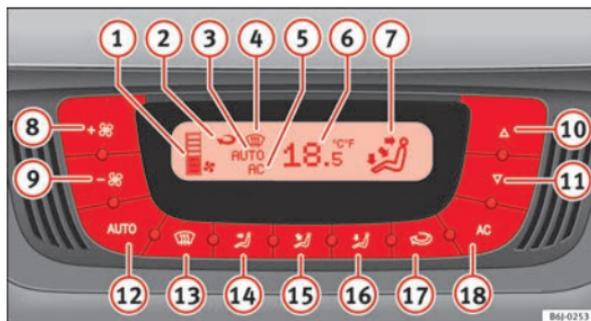

Fig. 104 Mandos del Climatronic en el tablero de instrumentos
- Pulse las teclas ⑩ y ⑪ ⇒ fig. 104 para ajustar la temperatura.
- ① Indicador del nivel del ventilador.
- ② Indicador de la función de recirculación de aire
- ③ Indicador **AUTO** (Funcionamiento automático)
- ④ Indicador de desempañado
- ⑤ Indicador AC (Refrigeración conectada)
- ⑥ Indicador de la temperatura interior seleccionada
- ⑦ Indicador de la dirección del caudal de aire
- ⑧ Aumento de la velocidad del ventilador
- ⑨ Disminución de la velocidad del ventilador
- Pulse la tecla **AUTO**. Se visualiza la indicación ⇒ fig. 104 **7**.
- Pulse las teclas **10** y **11** ⇒ fig. 104 para ajustar la temperatura deseada en el habitáculo. Se recomienda ajustar una temperatura de 22 °C (72 °F).
- Pulse una de las teclas ⇒ fig. 104 **14** a **16** o presione el regulador del ventilador **8** y **9**. Se apaga la indicación **3**.
El ventilador puede ajustarse por medio de las teclas **8** y **9** ⇒ fig. 104. Si el ventilador está apagado (en la pantalla no se indica ningún nivel **1**) y sigue presionando la tecla **9**, se apaga el Climatronic. En tal caso aparecerá **OFF** en la pantalla.
- Pulse la tecla  para conectar o desconectar la recirculación de aire. Está conectada si aparece el símbolo  ⇒ fig. 104 en la pantalla.